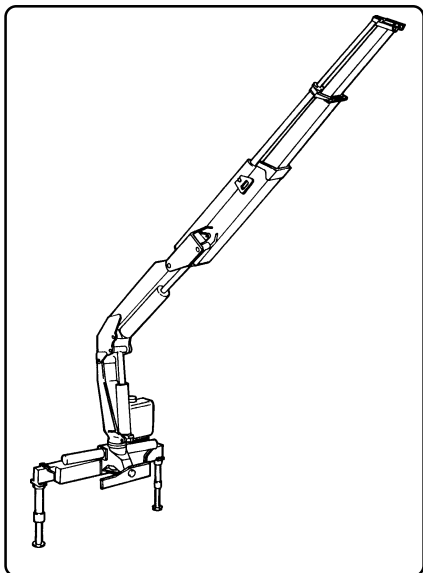

fig. 8.5.12
- a) aprire completamente tutti i martinetti della gru (fig. 8.5.12), compresi gli stabilizzatori, azionando anche la rotazione a finecorsa (del lato opposto a quello di chiusura della gru).
- a) *fully open all the crane cylinders (fig. 8.5.12), including the outriggers, and slewing system rotating the crane at the stroke end opposit to the crane boom folding position.*